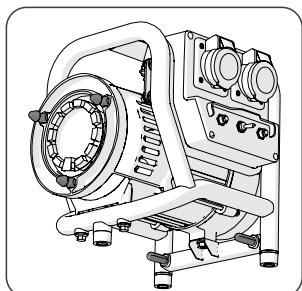

Fig. 7
- Gardez les 3 broches de fixation et les 2 broches de stabilisation propres, et une très légère couche d'huile à base de silicone peut être vaporisée de temps en temps. **(Fig. 7)**